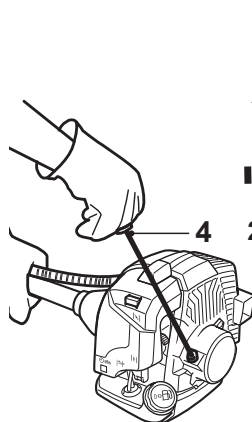

Fig. 22
- > Immobilisez l'appareil et tirez sur la poignée du lanceur à rappel [4] 4 à 5 fois; la machine ne devrait pas encore démarrer (Fig. 22).
- > Immobilisez l'appareil et tirez d'un coup sec sur la poignée du lanceur à rappel [4] jusqu'à ce que le moteur démarre (Fig. 22).
- > Immobilisez l'appareil et tirez d'un coup sec sur la poignée du lanceur à rappel [4]; recommencez jusqu'à ce que le moteur démarre (Fig. 22).